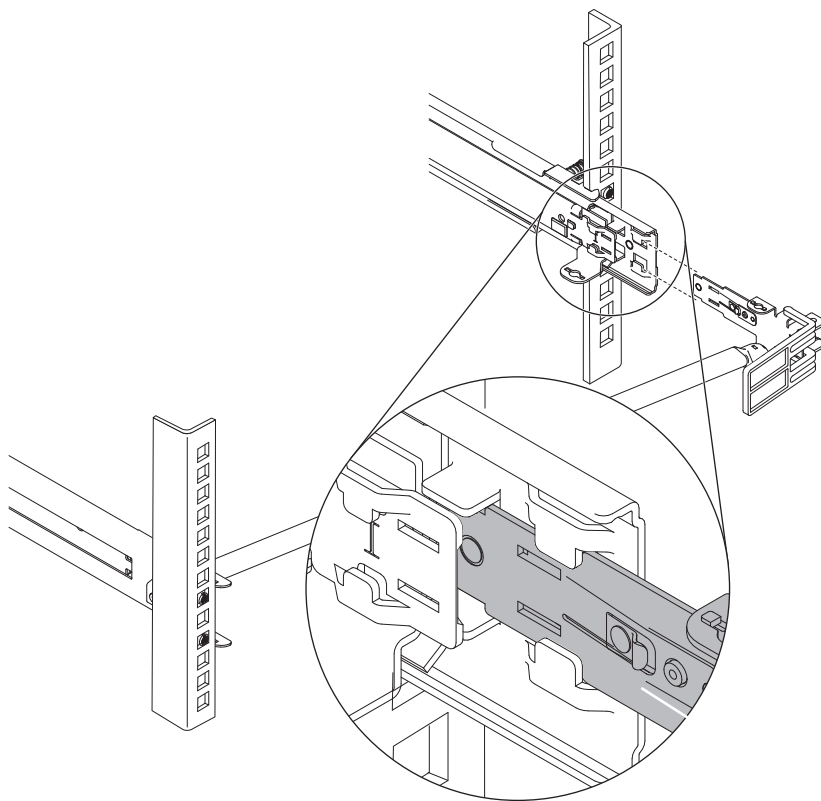

図 35. 停止金具のスライド・レールへの接続
5. 50 ページの図 35 に示すように、停止ブラケットをスライド・レールに接続します。